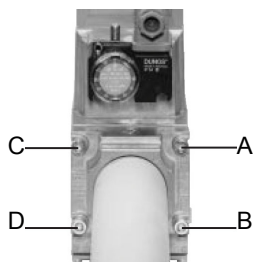
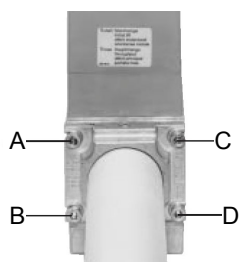

Fig. 10
Fig. 11
- 1 Aflojar los tornillos A y B, no destornillarlos (Fig. 10 e Fig. 11)
- 2 Desatornillar los tornillos C y D (Fig. 10 e Fig. 11)